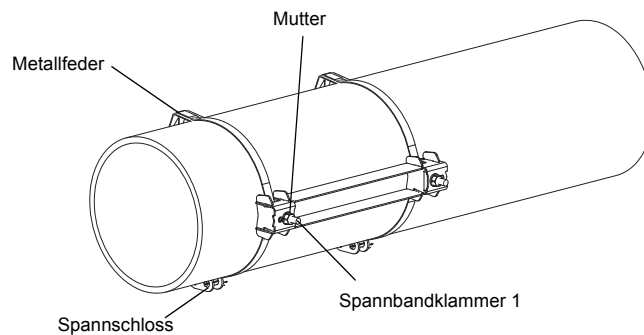
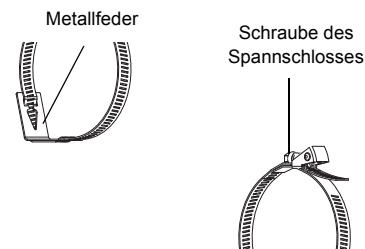

Abb. 9.20: Schiene am Rohr
Abb. 9.22: Spannband mit Schnell-Spannschloss und Metallfeder
- Schieben Sie das Spannband durch Spannbandklammer 1 (siehe Abb. 9.20).
- Ziehen Sie die Mutter der Spannbandklammer 1 fest, aber nicht so fest, dass das Spannband beschädigt wird (siehe Abb. 9.20).
- Schieben Sie das Spannband durch Spannbandklammer 1 und die Metallfeder (siehe Abb. 9.22 und Abb. 9.20).
- Schieben Sie das Spannband durch Spannbandklammer 1 und die Metallfeder (siehe Abb. 9.20 und Abb. 9.23). Die Metallfeder muss nicht montiert werden: